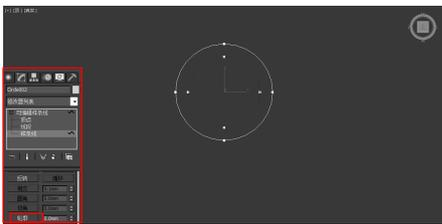

图 3-74 创建弧形
- 2 选中圆环图形，将其转换为可编辑样条线，然后在修改面板中使用【轮廓】工具制作一个如图 3-74 所示的图形。